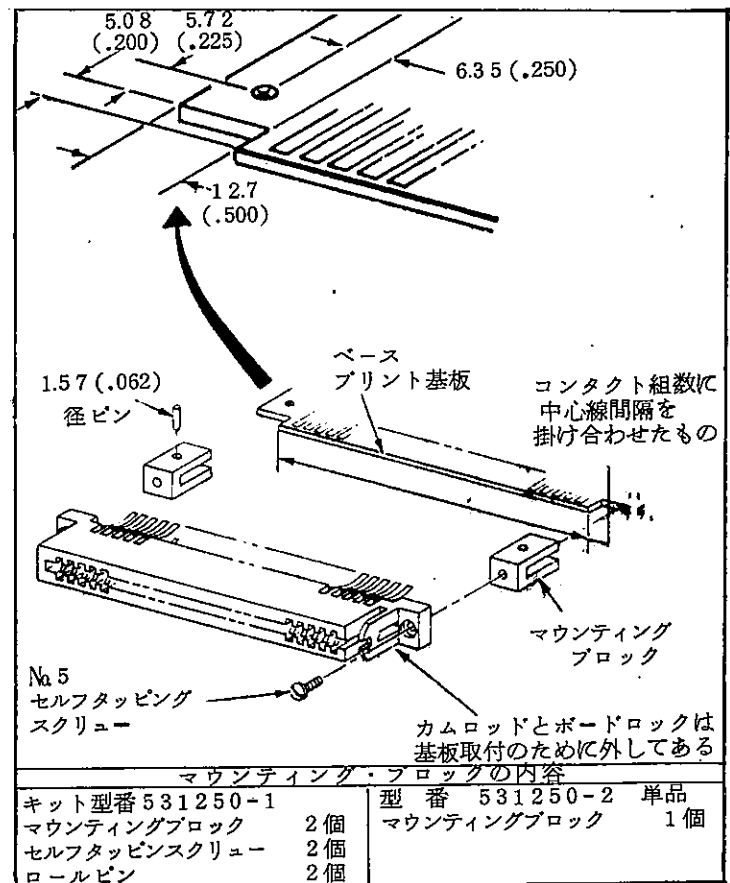

FIG. 5
C-C コネクタに対する付属品としては、コネクタの極性をきめるキーイング・プラグ、未使用のコネクタに金属酸化物の細片が入らぬようにする防護カバー、数個以上のコネクタを端末を突合わせて使用した際に、同時に動作できるようにしたオプション仕様のカム・ロッド、カード・エッジ・コネクタを基板端部に取り付けるマウンティング・ブロックなどがあります。(Fig.5,6,
B. 基板縁部の取付け(カード・エッジ・コネクタ Fig.5)
3. コネクタに取付用耳がある時には、AMPマウンティング・ブラケット型番531250を使用して、基板に取付けて下さい。(Fig.5参照)
9. マウンティング・ブロックの取付け (Fig. 5)
AMPマウンティング・ブロック型番 531250 は、エッジ・マウント・コネクタをプリント基板に支えておくように設計されたものです。これを取付けるには、先ずFig. 5の寸法に合わせ、プリント基板の緑部の切欠きを作らねばなりません。